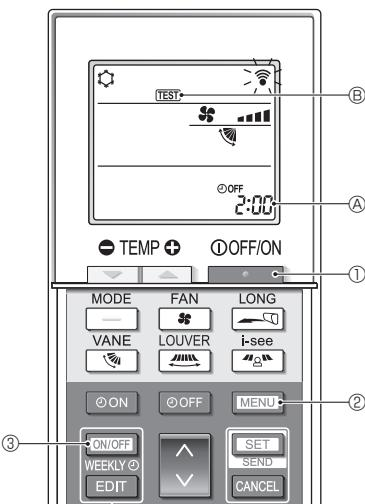

Fig. 7-5
■ Essai de fonctionnement (Fig. 7-5)
- Appuyez sur le bouton ① pour arrêter le climatiseur.
- Si la minuterie hebdomadaire est activée (**WEEKLY** est affiché), appuyez sur le bouton ③ pour la désactiver (**WEEKLY** disparaît).
- Appuyez sur le bouton ② pendant 5 secondes.
- ⑧ s'allume et l'appareil entre en mode service.
- Appuyez sur le bouton ⑨ pour démarrer l'essai de fonctionnement.